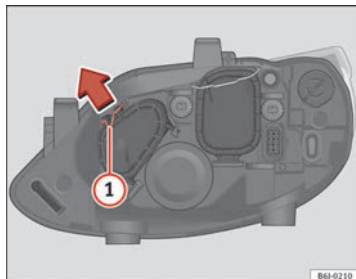

Abb. 154 Fernlicht
- – Verschieben Sie die Strebe ① in Pfeilrichtung und nehmen Sie den Deckel ab ⇒ Abb. 154.